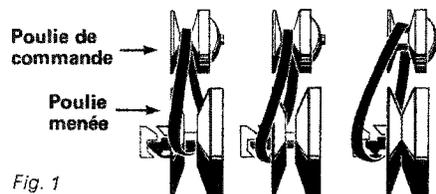

Fig. 1
1. Enlevez la console, le garde-poulie et la courroie de commande. (Voir Fig. 1).